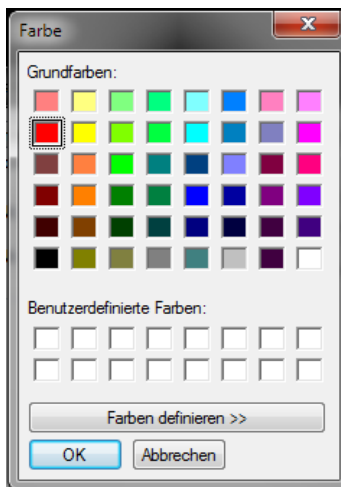

Abbildung 4-54 Dialogfeld Farbe
4. Klicken Sie im Dialogfeld **Farben** auf die gewünschte Farbe und klicken Sie dann auf **OK** (siehe Abbildung 4-54 auf Seite 297).